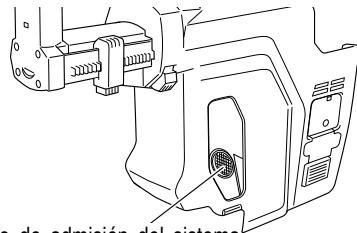

Fig. 14
- (2) Al limpiar el filtro, coloque la abertura en la caja del polvo hacia abajo y toque suavemente la caja del polvo para desprender el polvo. (Fig. 14)